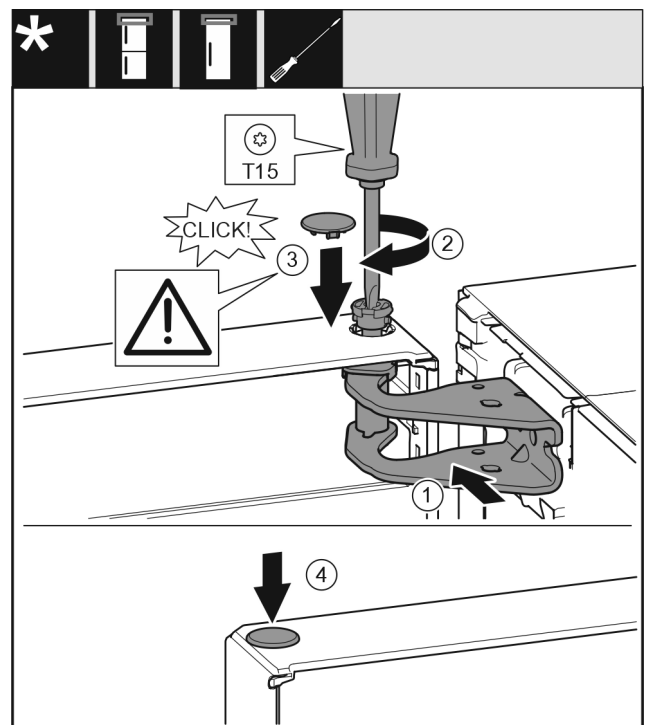

Fig. 19
- ▶ Tür oben zur Öffnung im Lagerbock ausrichten. Fig. 19 (1)
- ▶ Bolzen einsetzen und mit Schraubendreher T15 festschrauben. Fig. 19 (2)
- ▶ Sicherungsabdeckung zur Sicherung der Tür montieren: Sicherungsabdeckung einsetzen und Kontrollieren ob sie auf der Tür aufliegt. Ansonsten Bolzen vollständig einsetzen. *Fig. 19 (3)*
- ▶ Stopfen einsetzen. *Fig. 19 (4)*